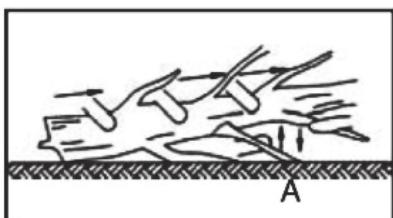

Fig. 3
L'élagage d'un arbre est le processus de retrait des branches d'un arbre abattu. Ne retirez pas les branches de soutien (A) avant que le tronc n'ait été débité (coupé) en longueurs (Fig. 3). Les branches sous tension doivent être coupées de bas en haut pour éviter de coincer la tronçonneuse.